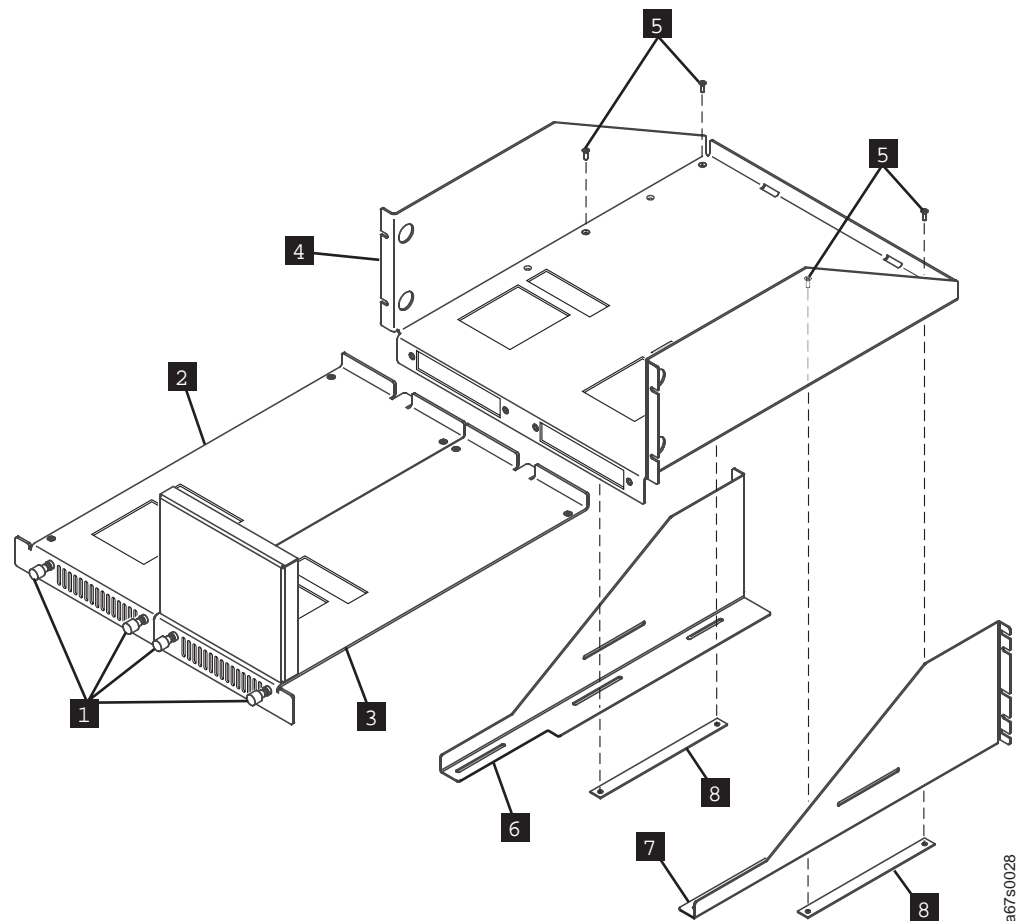

Abbildung 33. Gehäuseeinbaufach für Einbau in Gehäuserahmen vorbereiten
1. Lösen Sie die vier Rändelschrauben (siehe **1** in Abb. 33) am linken und rechten Schlitten (**2** und **3**) durch Drehen gegen den Uhrzeigersinn. Entfernen Sie dann die Schlitten von dem Gehäuseeinbaufach **4**.